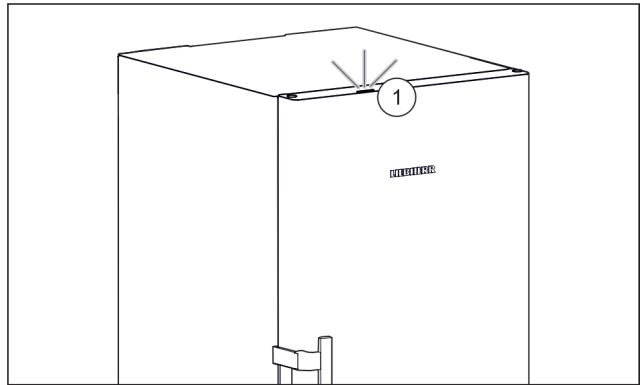

Fig. 51 Aktivt statuslys, når døren er lukket
- ▷ Statuslyset Fig. 51 (1) er aktiveret.